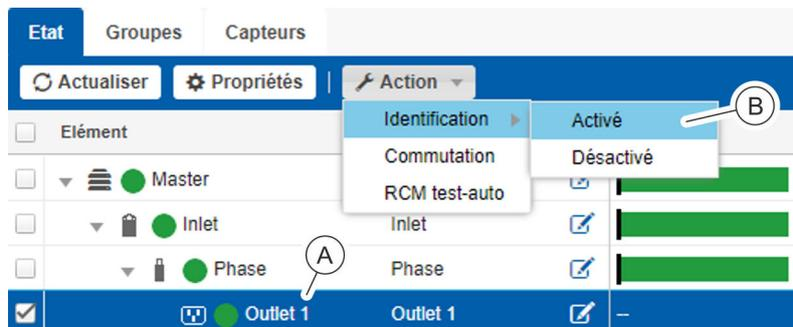

Fig. 105 : Menu « État » – Onglet « État »
2. ► Dans l'onglet « État », sélectionner la prise ou le groupe de prises souhaité (Fig. 105 /A).
3. ► Appuyer sur « Action → Identification → Activé » (Fig. 105 /B) pour activer l'identification de la prise sélectionnée ou du groupe de prises sélectionné.
4. ► Appuyer sur « Action → Identification → Désactivé » (Fig. 105 /B) pour désactiver l'identification de la prise sélectionnée ou du groupe de prises sélectionné.